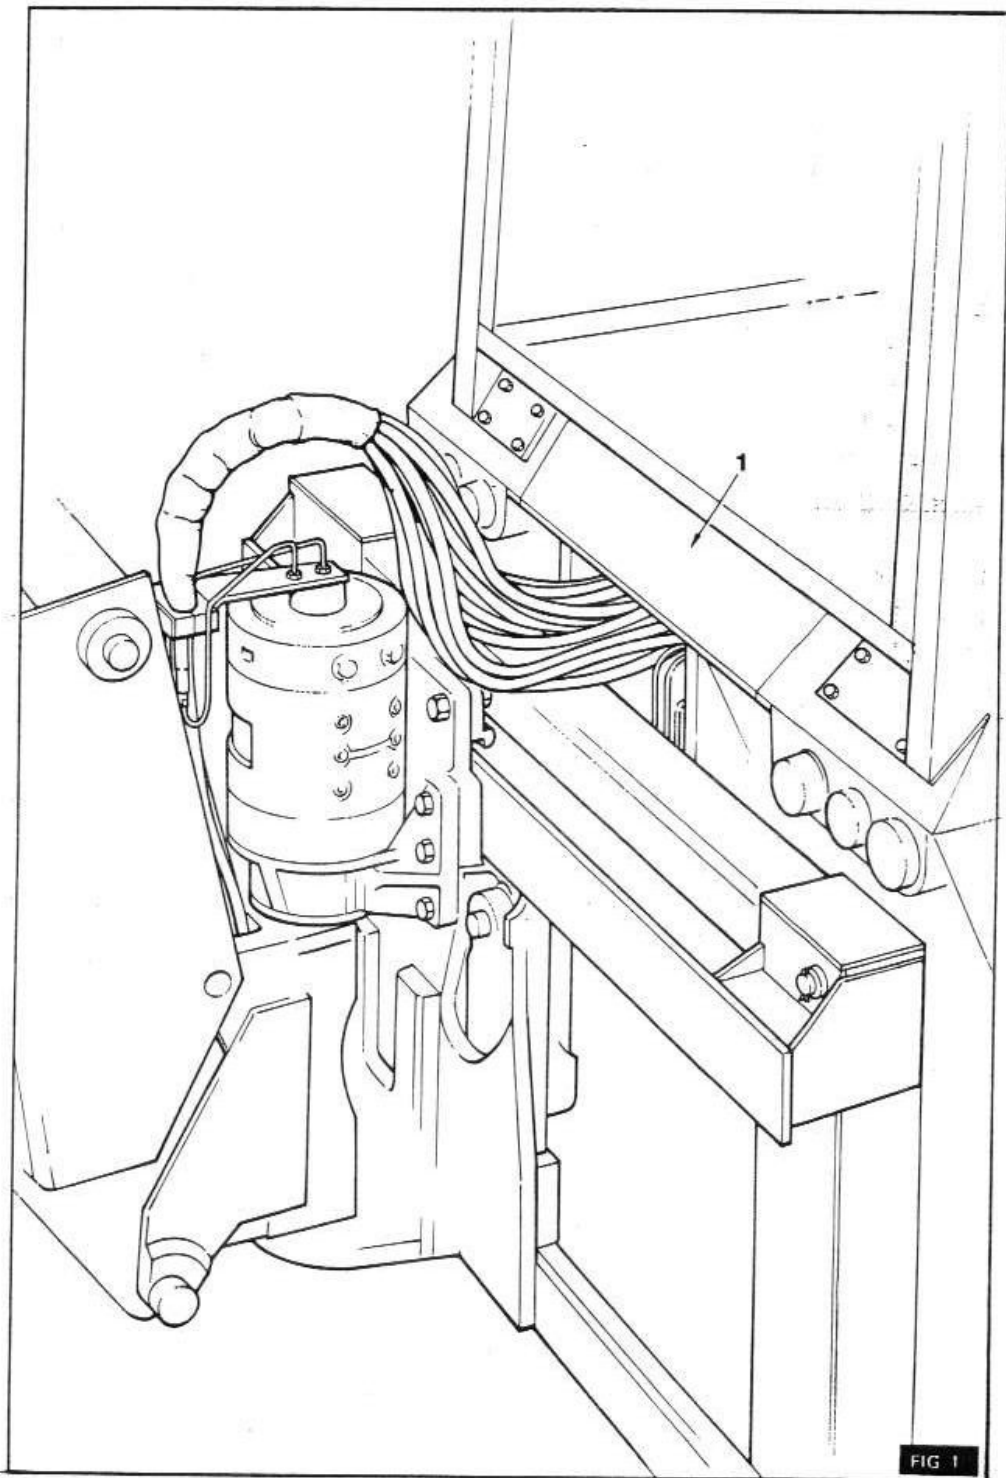

FIG 1
- 1 - Retirer le panneau arrière de cabine (1 figure 1).